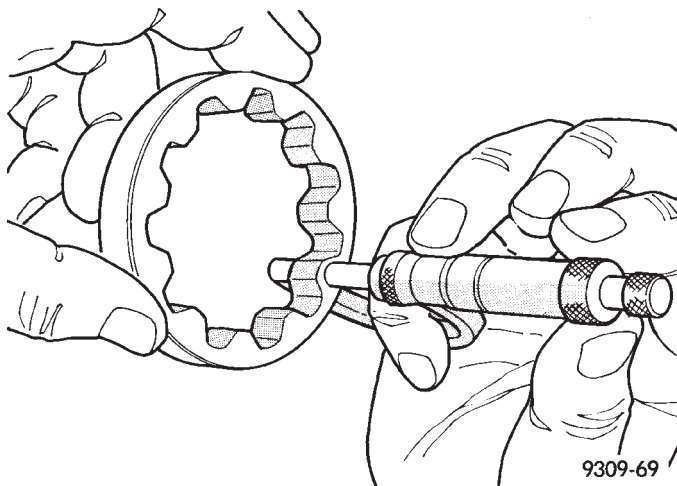

Abb. 115 Messen der Außenradstärke
(3) Stärke und Durchmesser des Außenrads messen. Beträgt die Stärke des Außenrads 14,299 mm (0,563 Zoll) oder weniger (Abb. 115) oder ist der Durchmesser kleiner oder gleich 79,78 mm (3,141 Zoll), Außenrad austauschen.